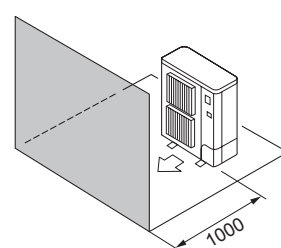

Fig. 2-9
- ④ Šķēršļi tikai iekārtas priekšpusē (Fig. 2-9)